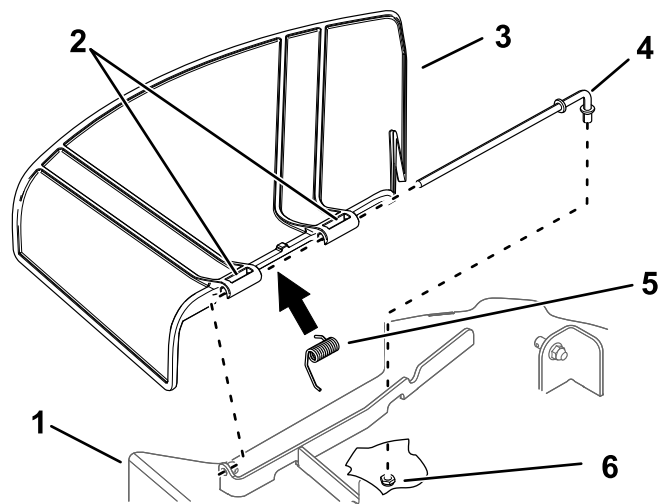

Figura 78
1. Togliete il dado ($\frac{3}{8}$ ") dall'asta sottostante il tosaerba (Figura 78).
2. Estraiete l'asta dalla staffa del piatto di taglio, dalla molla e dal deflettore dell'erba (Figura 78).
4. Montate il deflettore dell'erba tagliata nuovo (Figura 78).
7. Fate scorrere l'asta attraverso il secondo perno del deflettore dell'erba (Figura 78).
9. Fissate l'estremità posteriore dell'asta nel tosaerba con un dado ($\frac{3}{8}$ "), come mostrato in Figura 78.